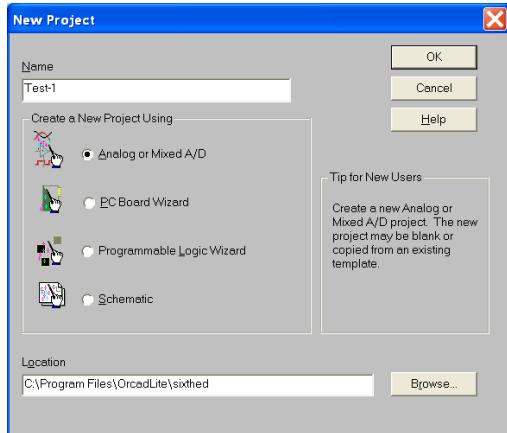

图 4. 选择 ”Analog or A/D”
2) 建立一个新的 Project, “Test-1”, 见图 4. 注意选择 ”Analog or Mixed A/D” .